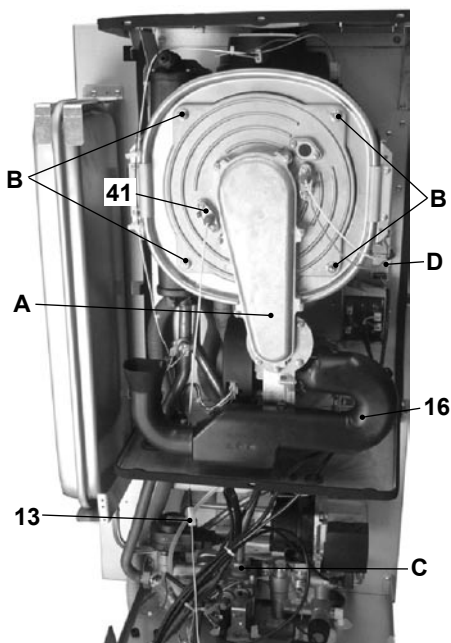

Figura 9.6
Rimozione del gruppo bruciatore ventilatore A in Figura 9.6.
- Rimuovere i dadi B ed estrarre il gruppo bruciatore ventilatore A in Figura 9.6.
- L'elettrodo di rivelazione 41 in Figura 9.6 funge anche da sensore per il corretto scarico della condensa. Se l'acqua di condensa non dovesse defluire correttamente e quindi arrivare a bagnare l'elettrodo di rivelazione, questo manda in blocco di sicurezza la caldaia. Pertanto se si trova la coibentazione bagnata o deteriorata provvedere alla sostituzione.
**Per rimontare eseguire le operazioni effettuate in senso inverso, facendo attenzione a non rovinare la guarnizione OR del tubo gas quando si inserisce il tubo nell'aerotech ed eseguire la prova di tenuta gas dopo aver stretto bene il girello del tubo gas (C in Figura 9.6).**